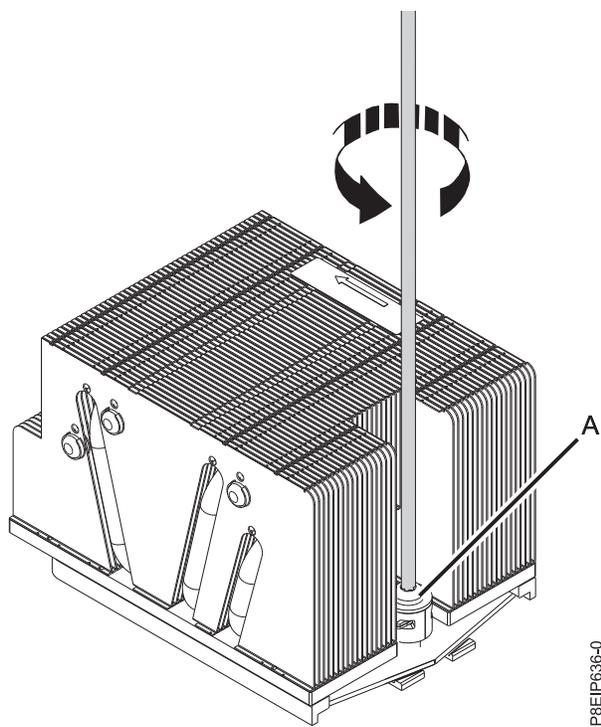

Figura 64. Soltando o Parafuso do Braço de Carregamento do Dissipador de Calor
3. Solte o parafuso do braço de carregamento (A) do dissipador de calor do processador do sistema que você está removendo usando uma chave de fenda Phillips nº3, conforme mostrado na Figura 64 na página 55.